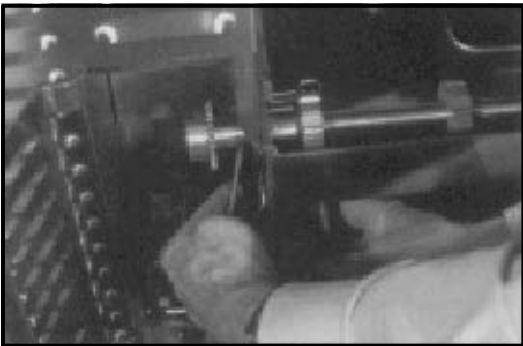

Figure 26
- a.) Retirer le boulon hex et l'écrou de 1/4 (à l'intérieur du boîtier de commande), qui retiennent le support de bande du côté de l'entraînement au boîtier de commande. Voir Figure 26.